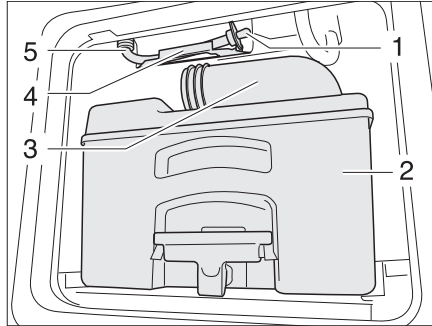

Fig. 358 Tuyau d'écoulement réservoir d'eau toilettes
- Vider la cassette (Fig. 358,2) dans une station d'évacuation autorisée et la nettoyer.
- Laisser la tubulure d'évacuation (Fig. 358,3) ouverte.
- Retirer le tuyau d'écoulement (Fig. 358,5) de son support (Fig. 358,4).
- Retirer le bouchon d'écoulement (Fig. 358,1) et laisser s'écouler le reste d'eau.